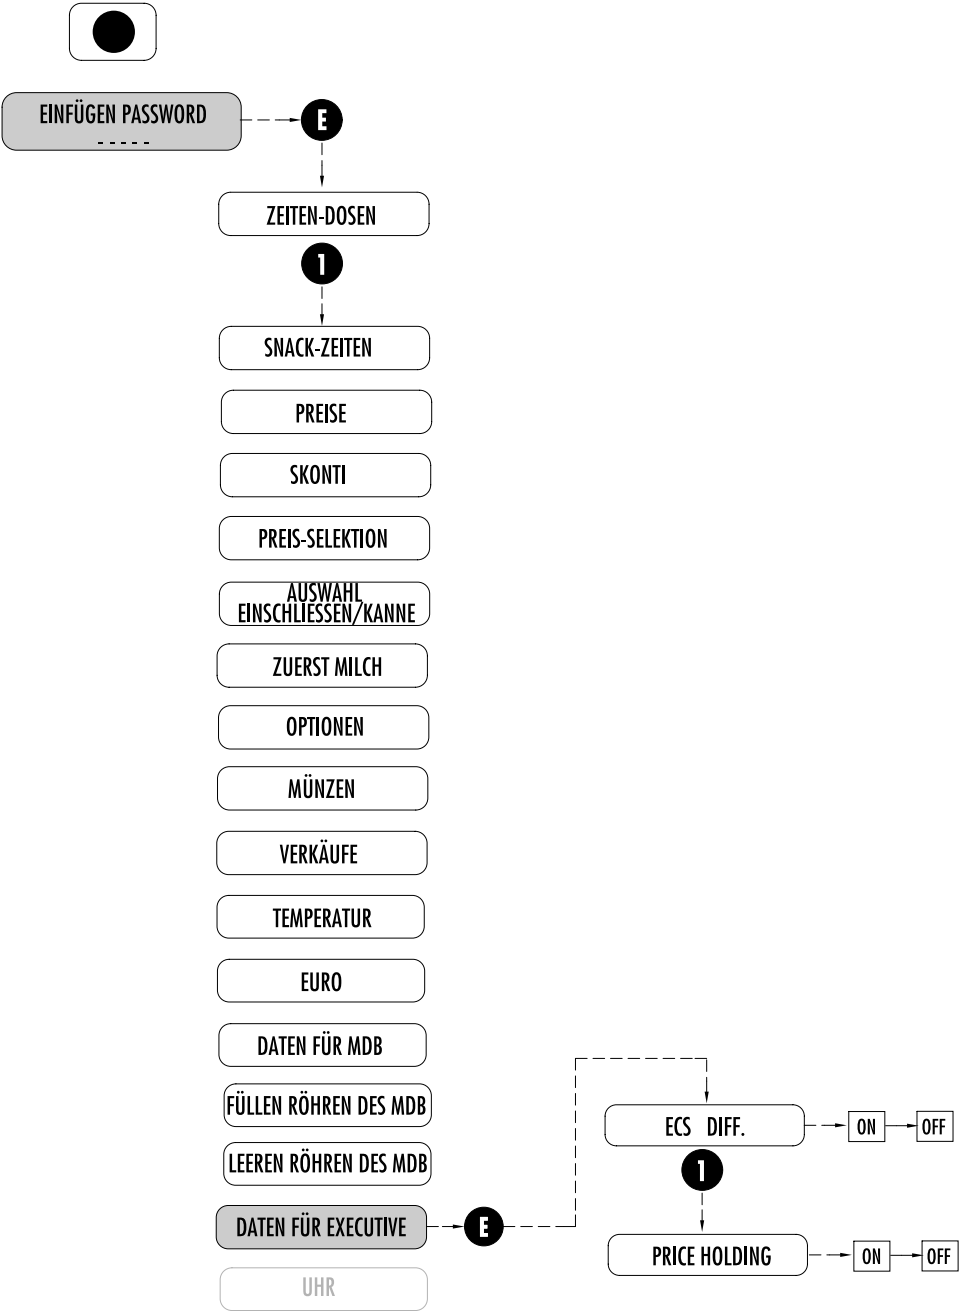

Abb.7.19
7.2.16 DATEN FÜR EXECUTIVE (Abb. 7.19)